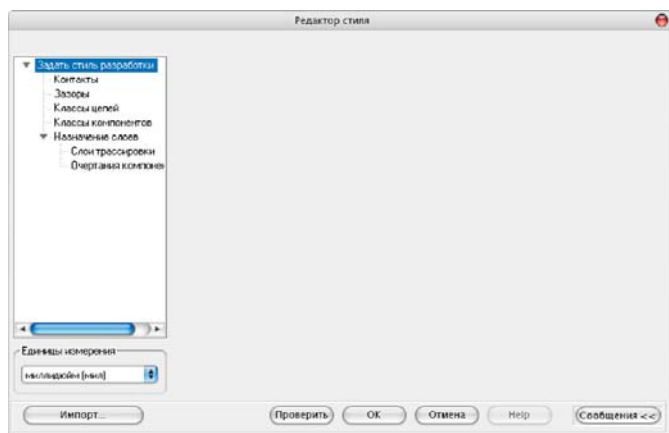

Рис. 1. Панель редактора стиля разработки
- кликните левой кнопкой мыши по пиктограмме  на панели инструментов. Это приведёт к вызову панели редактора стиля разработки (см. рис. 1);